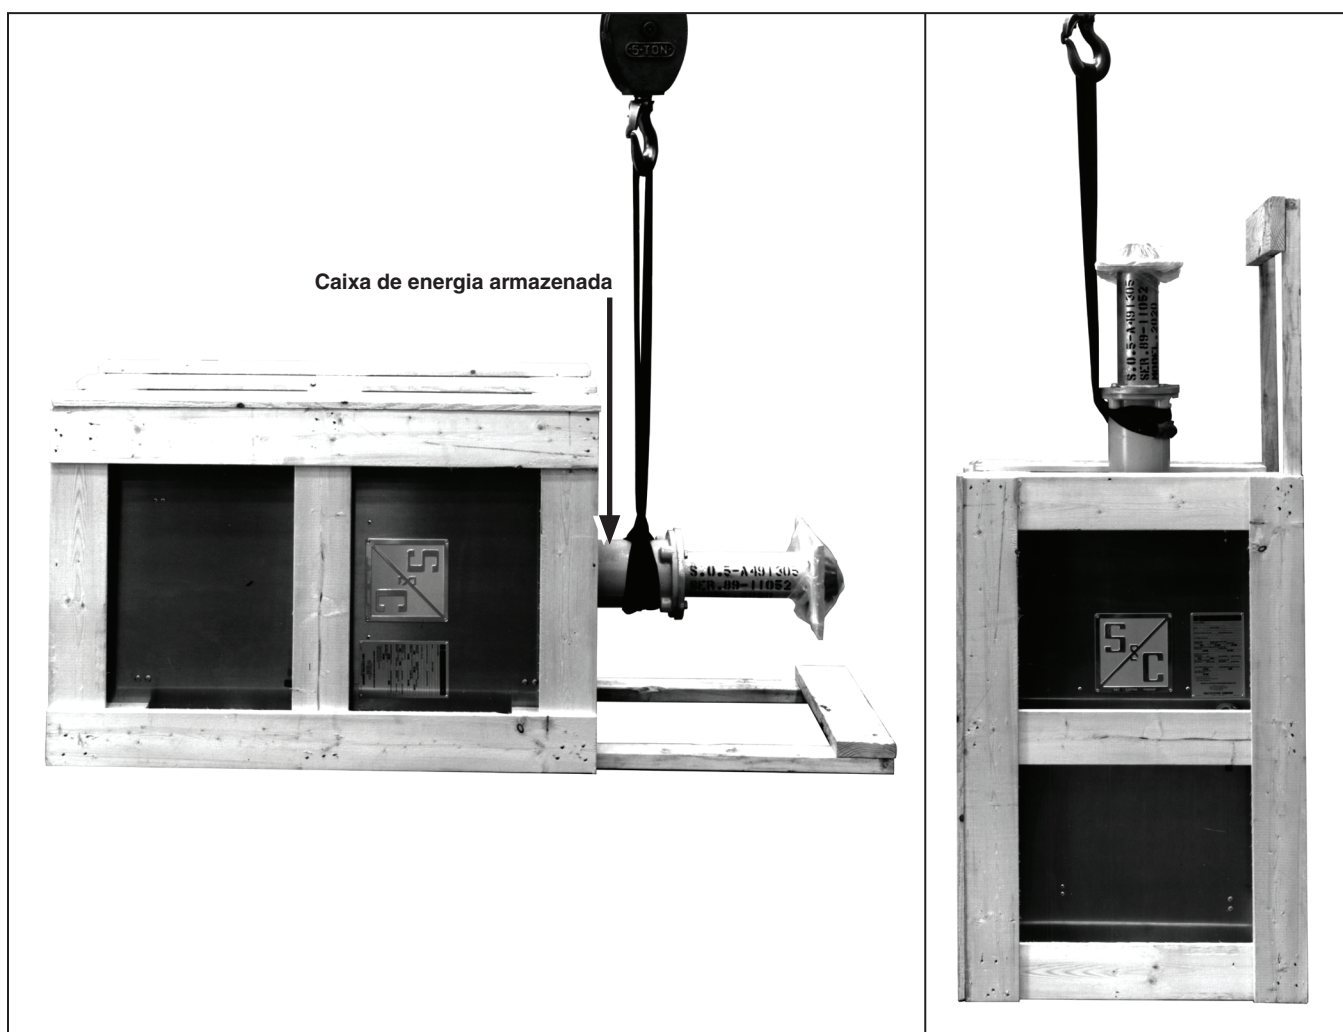

Figura 9. Levantamento do operador motorizado juntamente com o palete.
Figura 2. Fornecimento típico de um Circuit-Switcher Série 2000 Modelo 2010. O operador motorizado é fornecido em uma embalagem separada. Ver Figura 9 na página 15.
PASSO 2. Enrole uma correia de içamento em torno da caixa de energia armazenada do operador motorizado, como mostrado na Figura 9 (à esquerda). Levante o operador motorizado com cuidado até que ele fique na posição **Vertical**, de forma que ele fique assentado no palete, como mostrado na Figura 9 (à direita).